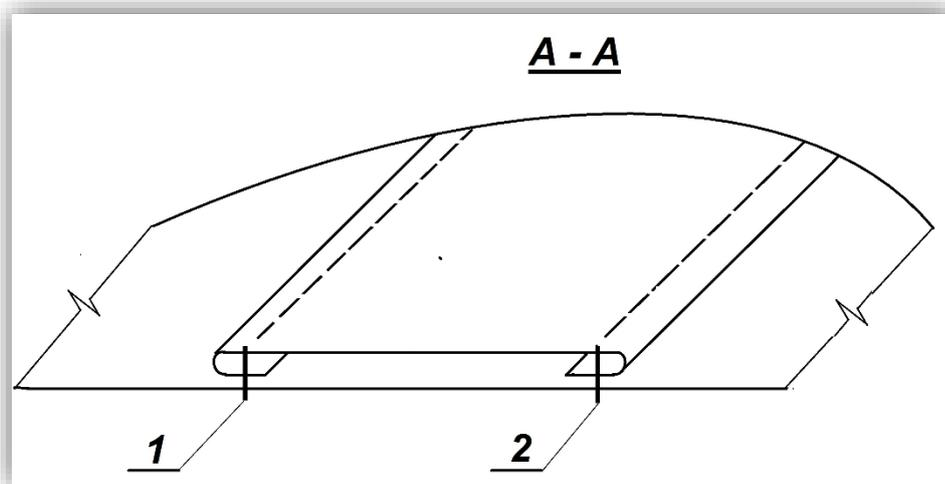

Рисунок 2 – Схема обработки и соединения планки с верхней частью рукава
2) При пошиве можете воспользоваться рекомендованной технологической последовательностью изготовления, приведенной ниже (стр. 7), а также схемой обработки (стр. 7, рис. 2), или применить свой метод изготовления, не ухудшающий качество и полностью соответствующий заданному внешнему виду фрагмента модели женской блузки.
4. Настрочить планку на рукав накладным швом с закрытым срезом, ширина строчки 0,5 см (рис. 2, строчки 1 и 2).